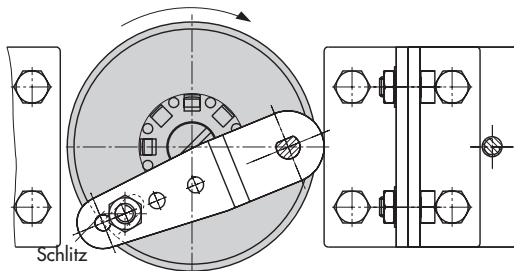

Bild 8 · Anbau an Schwenkantriebe
1. Mitnehmer (3) auf die geschlitzte Antriebswelle bzw. das Distanzstück (5) aufstecken.
2. Kupplungsrad (4) mit flacher Seite zum Antrieb hin auf den Mitnehmer (3) stecken. Dabei den Schlitz so ausrichten, dass er bei Schließstellung des Ventiles mit der Drehrichtung nach Bild 8 übereinstimmt.
4. Die beiden unteren Winkel (10.1) je nach Antriebsgröße mit Abwinkelung nach innen oder außen am Antriebsgehäuse festschrauben. Obere Winkel (10) ansetzen und verschrauben.
5. Anschlussplatte (6) bzw. Manometerhalter (7) mit Manometern am Stellungsregler montieren, auf richtigen Sitz der beiden Runddichtringe achten.
6. Am Hebel **M** (1) des Stellungsreglers den Standard-Abtaststift (2) herauschrauben. Den blanken Abtaststift (Ø 5) aus dem Anbausatz verwenden und in der Bohrung für Stiftposition **90°** fest verschrauben.
7. Stellungsregler auf die oberen Winkel (10) aufsetzen und festschrauben. Dabei den Hebel (1) so ausrichten, dass er unter Berücksichtigung der Drehrichtung des Antriebes mit seinem Abtaststift in den Schlitz des Kupplungsrades (4) eingreift (Bild 8). Es muss in jedem Fall gewährleistet sein, dass bei halben Drehwinkel des Schwenkantriebes der Hebel (1) parallel zur Längsseite des Stellungsreglers steht.